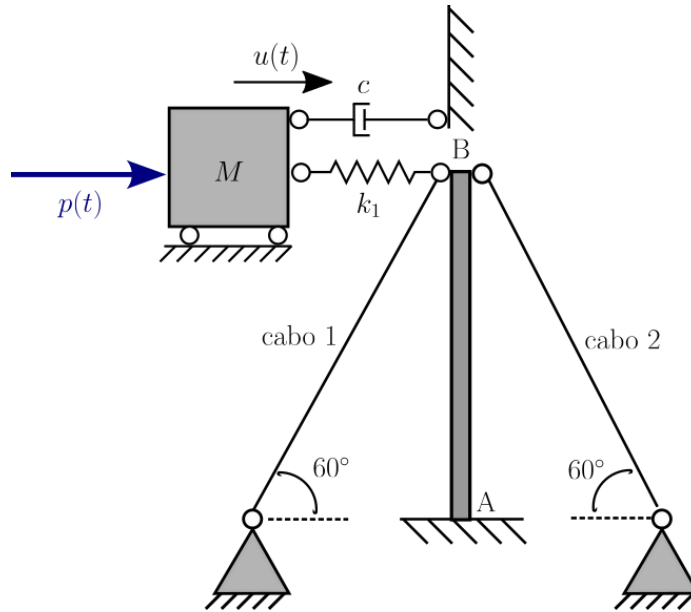

Figura 1 - Sistema estrutural a ser estudado.
Você foi contratado(a) para fazer a análise dinâmica de uma turbina eólica considerando como único grau de liberdade o deslocamento da nacele (elemento que abriga o sistema gerador, entre outros componentes eletromecânicos) $u(t)$. Para tanto, considere o esquema estrutural simplificado ilustrado na Figura 1. A torre da turbina eólica (elemento AB indicado) tem altura h , seção transversal tubular de diâmetro interno D_i e espessura de parede t , sendo feita de aço. A mola de rigidez k_1 representa a ligação entre a torre e a nacele. Por simplicidade, assumamos $k_1 = \alpha k_t$, onde k_t é a contribuição da torre à rigidez do modelo. A torre é reforçada por dois cabos de aço idênticos de diâmetro ϕ_c e que estão inicialmente descarregados. O carregamento externo é dado por $p(t) = \bar{p} + p_0 \sin \bar{\omega}t$, com \bar{p} uma constante representativa do empuxo médio da turbina e $p_0 = \gamma \bar{p}$. Toda a dissipação de energia é modelada por meio de um amortecedor de linear de constante c , como ilustrado na Figura 1. A taxa de amortecimento correspondente é ξ . A massa do modelo de um grau de liberdade (M) é a soma da massa da nacele m com $1/4$ da massa da torre. Sabendo que a massa específica do aço é $\rho_{aço} = 7800 \text{ kg/m}^3$ e que seu módulo de elasticidade é $E = 210 \text{ GPa}$, responda aos seguintes itens. As quantidades referentes às respostas forçadas devem desprezar os transitórios iniciais.